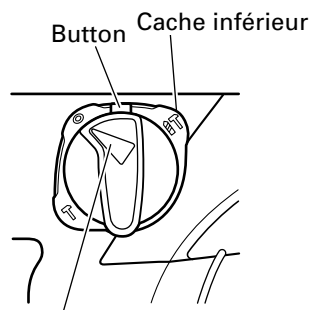

Fig. 8
(2) Pour fixer la position de travail d'outils tels que ciseau à froid, etc.
- (a) Appuyer sur le bouton, libérer le verrou et tourner le levier de sélection dans le sens inverse des aiguilles d'une montre. Aligner ▲ du levier de sélection sur © du support de levier comme indiqué sur la Fig 8.